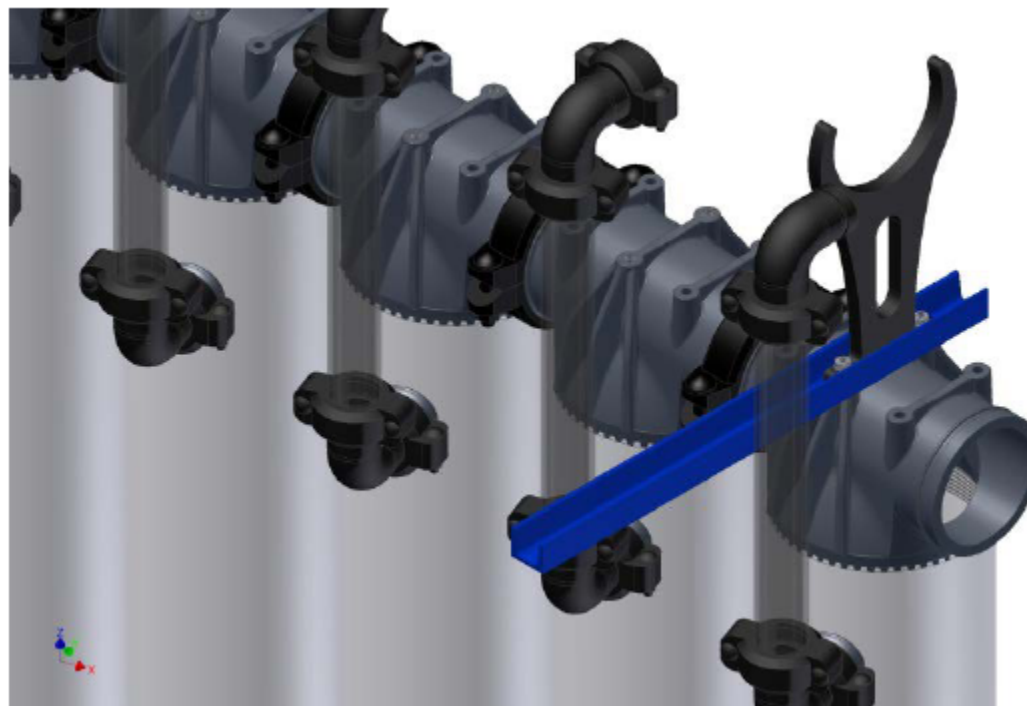

Рисунок 10-25: Закрепление верхней поперечной скобы на месте
7. Вставьте два резьбовых штифта (M10 x 50) в точки, предусмотренные на тройниках двух крайних модулей ряда. Закрепите верхние поперечные скобы и коллектор фильтра закрепите держатели, вставив резьбовые штифты в отверстия, предусмотренные для этой цели в поперечные скобы и держатели коллекторов фильтра. Закрепите поперечные скобы и держатели коллекторов фильтра к двум модулям, чтобы они не находились под напряжением, как показано на Рисунок 10-25. На этом этапе достаточно просто затянуть гайки вручную.